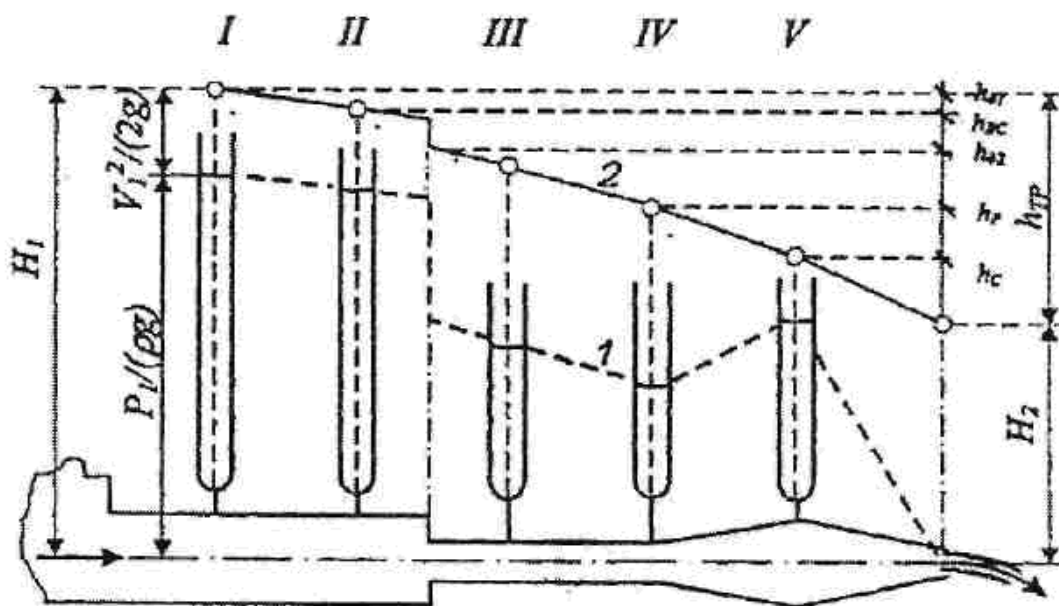

Рис. 1. Иллюстрация уравнения Бернулли:
1. Начертить в масштабе канал с пьезометрами (рис. 1).